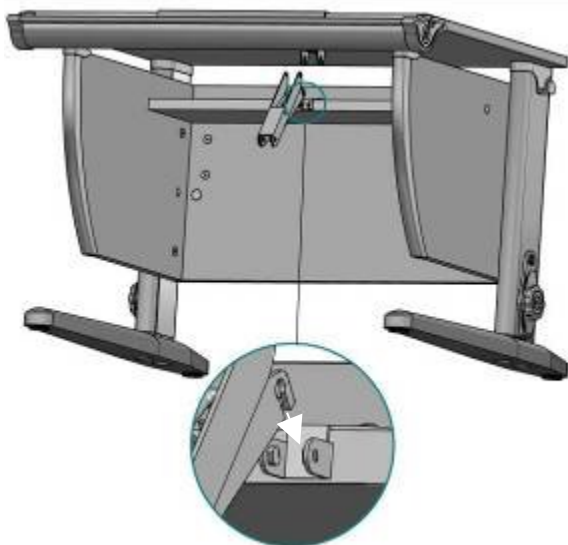

Рис. 18
4.7.1. Фиксатор столешницы BED HINGE DELTA 200 (поз. 1 пакет №9) нижней частью ввести в кронштейн DL214, верхней в кронштейн DS252. (Согласно рис. 18; 18а; 18б)
Рис. 18а
Рис. 18б